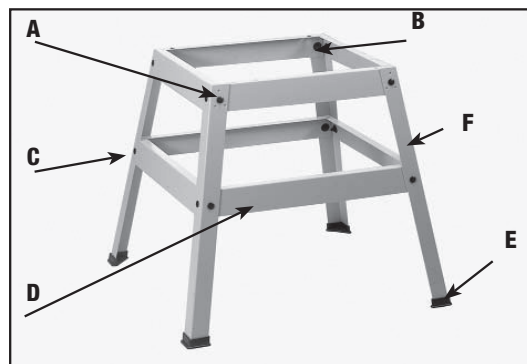

Fig. 4C
1. Monte a base como mostra a Fig. 4C, usando 16 pinos M8x1.25x20mm, arruelas lisas 3/8" e porcas M8x1.25. Alinhe os furos nos pés da base (F) com os furos nos suportes. Insira o pino no furo do pé e no furo do suporte, coloque uma arruela lisa no pino e rosqueie a porca sextavada no pino. Repita esse processo nos 15 furos restantes, nos pés e nos suportes.
2. Encaixe o pé de borracha (E) da Fig. 4C na parte inferior de cada pé da base (F).